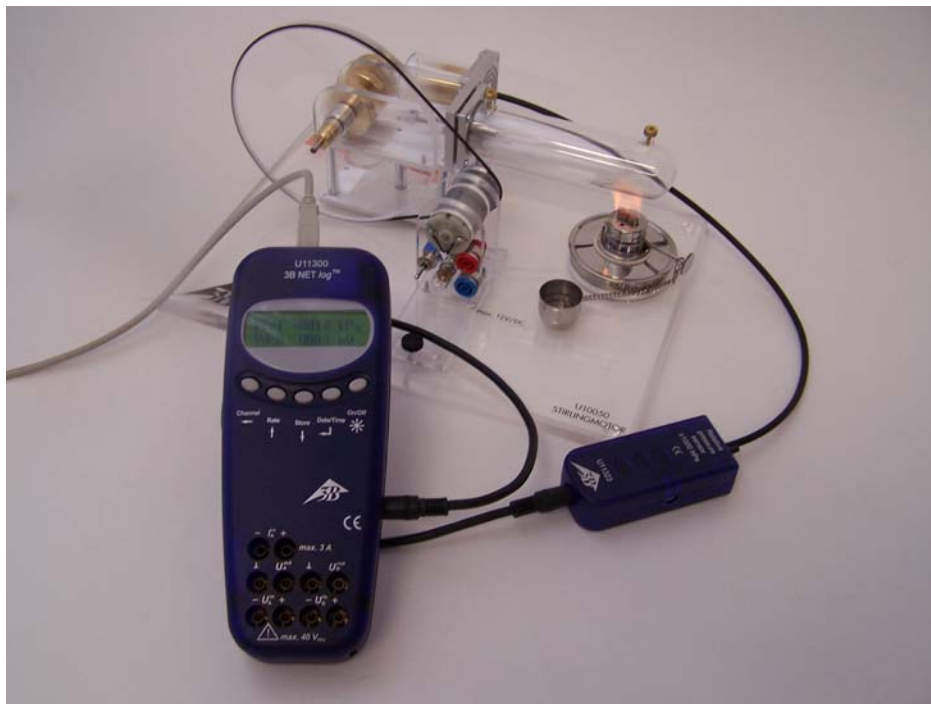

Fig. 1 Montaje de experimentación para el registro de los valores de presión de trabajo de un motor de Stirling U10050 en rotación
- Montaje de experimentación de acuerdo con fig. 1.